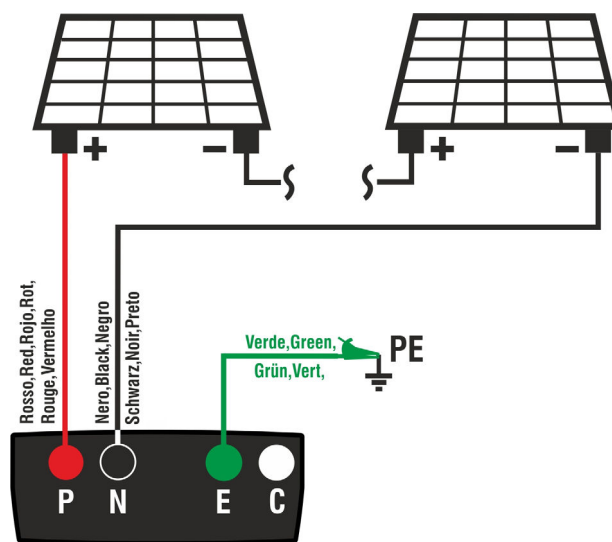

Fig. 9: Collegamento strumento per misura di isolamento in modo GFL
8. Collegare lo strumento alla stringa FV in prova come mostrato in Fig. 9. Si ricorda che occorre sezionare anche eventuali scaricatori connessi ai cavi della stringa e che è consigliabile eseguire la misura a monte di eventuali diodi di blocco